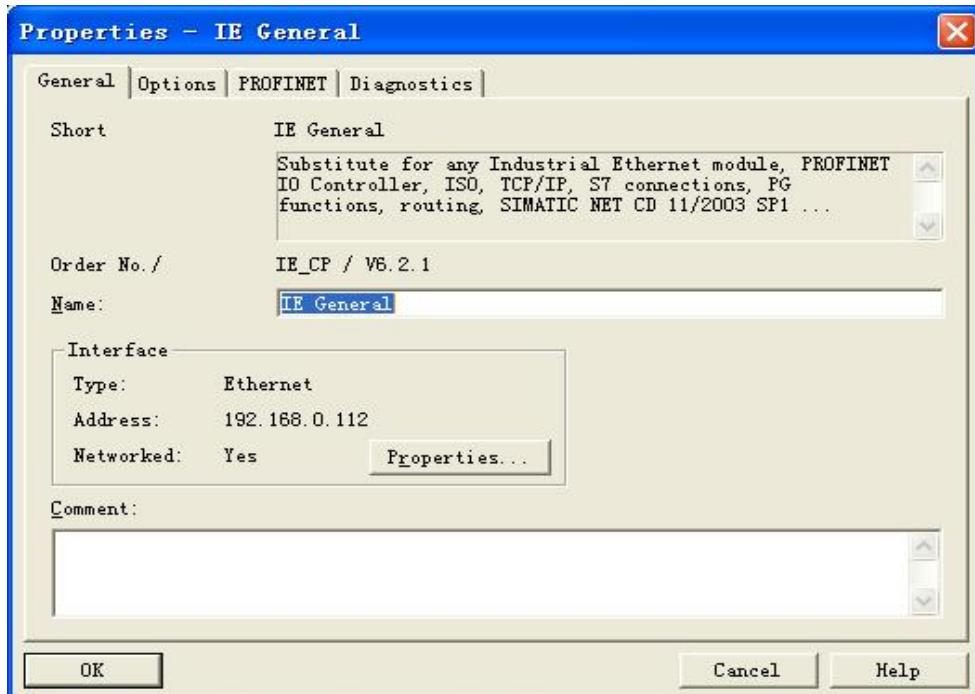

图 7
双击点开 IE General 配置其属性，如图 7，8。分配以太网地址 192.168.0.112，并选择 S7-400 所在的 Ethernet (2)，此 IP 地址即是上位机的 IP 地址。